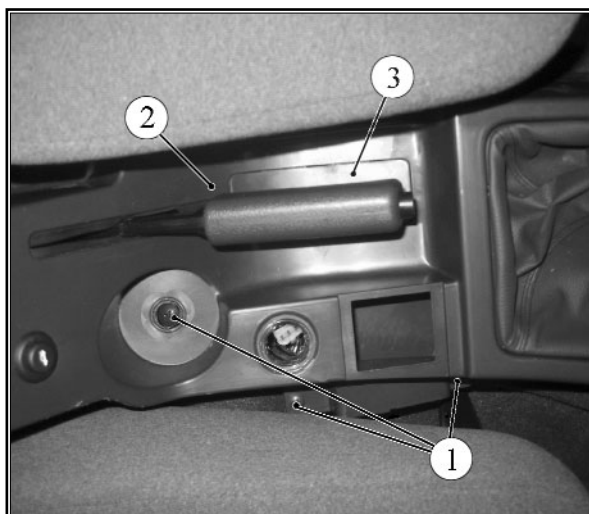

Рисунок 1.3 - Крепление облицовки туннеля пола:
1.8 Отвернуть винты 1, рисунок 1.3, верхнего крепления облицовки 2 туннеля пола, извлечь заглушку 3 облицовки туннеля пола, снять чехол рычага переключения передач (отвертка крестообразная, отвертка плоская).